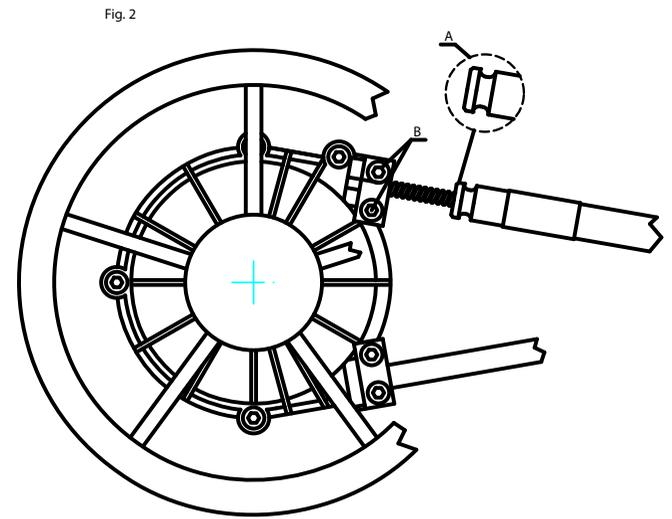

Fig. 2
**IMPORTANTE:** Fig. 2 mostra l'entrata per installazione del gruppo comando con l'entrata del cavo da destra. Per l'installazione del cavo dal lato sinistro della barca, inserire il cavo nel foro inferiore del gruppo.
#### **6. COLLEGAMENTO DEL CAVO ALLA TIMONERIA (Fig.2)**
**IMPORTANT:** Fig. 2 shows cable in upper entrance hole for starboard installation of helm. For port installation, fit cable in opposite hole.
#### **6. CABLE CONNECTION TO THE HELM (FIG.2)**